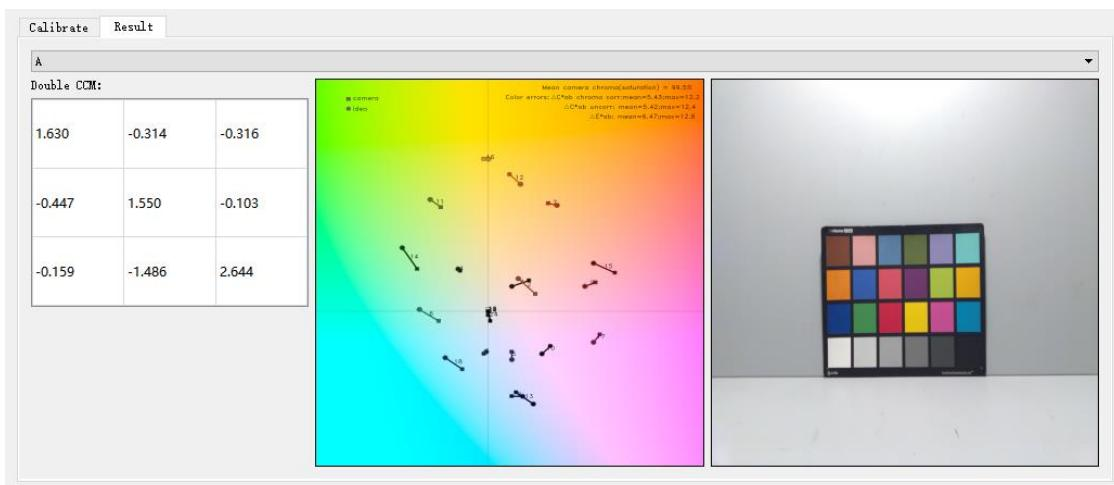

图4-5-2-5
12. 若出现 ΔE 超出预期的情况，有可能是Raw图亮度过高导致，可以右键图4-5-2-5中右侧的色卡图像，点击Save Current，将图片保存下来，检查各个色块是否有过曝或某通道饱和的情况（由于CCM标定时会引入Gamma曲线，有可能导致标定色块饱和）；